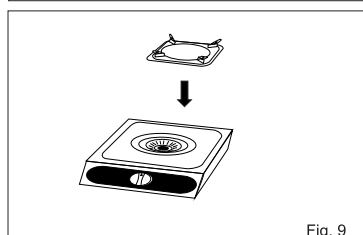

Fig. 9
- Atunci când despachetați, asigurați-vă că toate piesele sunt în cutia. Instalați piesele așa cum este arătat în acest manual de utilizare (fig.9)